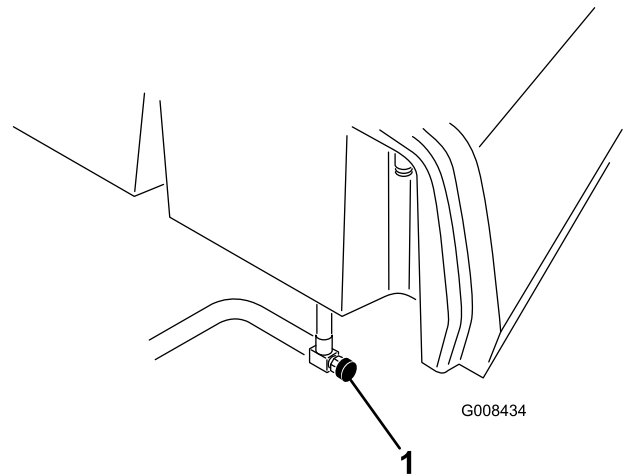

Figura 46
- Feche a válvula de corte de combustível (Figura 46) por baixo do depósito de combustível.